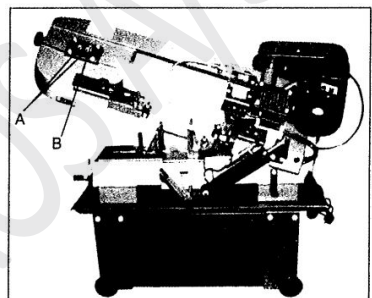

Fig 13.
5. Løsn boltene (A, fig. 13).
6. Drej stilleskruen (B), mens du observerer knivens sporing på hjulet. Drej sætskruen med uret for at spore klingens tættere på hjulflangen. Drej sætskruen mod uret for at spore bladet væk fra hjulflangen.
7. Når sporingen er indstillet, spændes boltene (A).